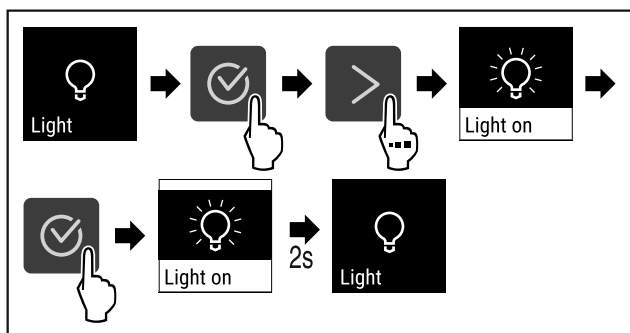

Fig. 68
▶ Handlungsschritte (siehe Fig. 68) durchführen.